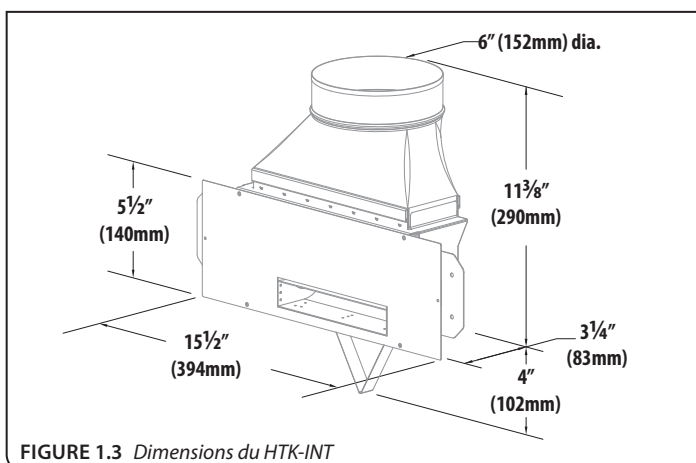

FIGURE 1.3 Dimensions du HTK-INT
- La FIGURE 1.3 montre la dimension de la boîte de sortie d'air fixée au raccord de conduit.